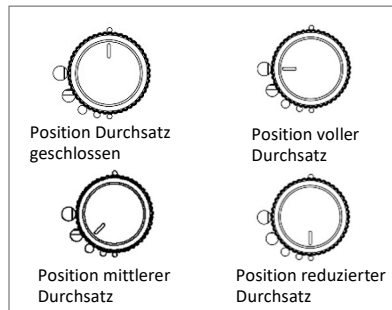

Abbildung 2: Einstellung des Bedienungshebels
5. Nun kann die Flammhöhe durch Drehen der Bedienungshebel nach Belieben auf vollen Durchsatz (großer Kreis) oder reduzierten Durchsatz (kleiner Kreis) eingestellt werden (Siehe Abbildung 2)